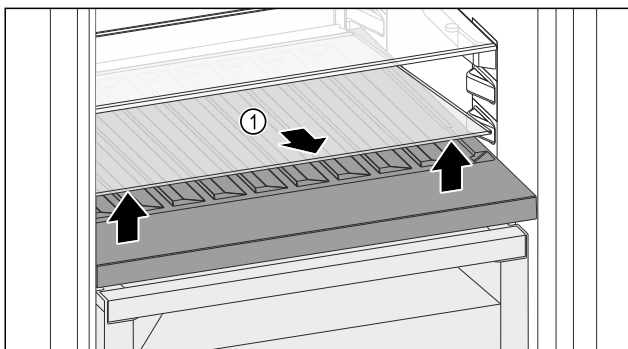

Fig. 113
- ▶ Podignite staklenu ploču Fig. 113 (1) na otvoru srijeda i izvadite je.
- ▶ Čuvajte staklenu ploču Fig. 113 (1) na sigurnom izvan uređaja.